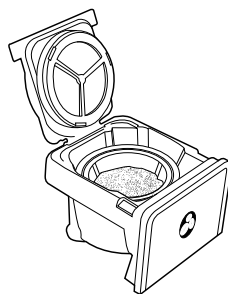

Figura 5
3. Adicione a quantidade de café desejado e agite-o suavemente para nivelar o café. Consulte a "Tabela com sugestões de medidas de café" (Figura 5).